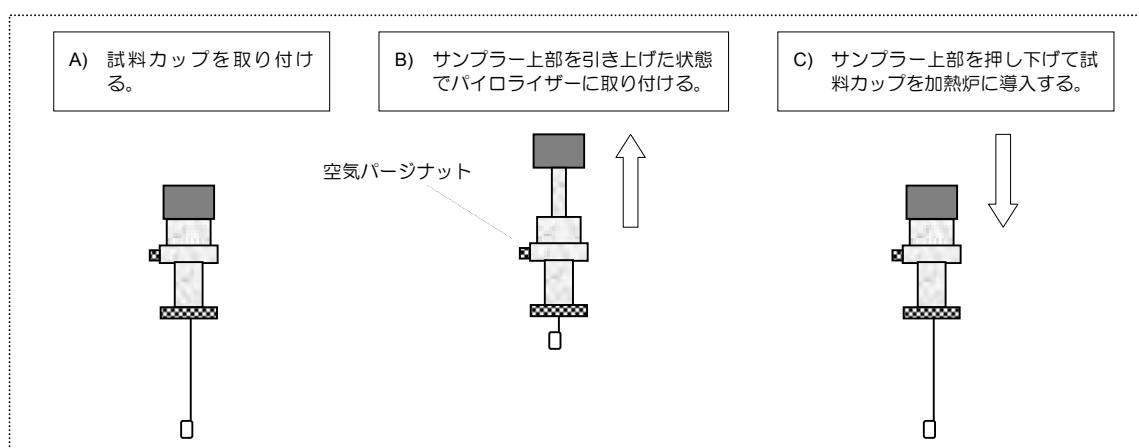

Fig. 5.7 ダブルショット法における試料導入の手順
2. ダブルショット用のスティック (エコスティック DF) を使用して、カップにスティックを装着後に試料サンプラーに取り付けます (Fig. 5.7 A)。次に、試料サンプラーの上部スライド部を引き上げた状態でパイロライザーに取り付けます (Fig. 5.7B)。取り付けてからサンプラーの側部空気パージナット緩め、約 2 分後に閉じることによって空気をパージします。
1. “Ready for injection” のダイアログボックスが表示されたらサンプラー上部を押し下げて試料カップを加熱炉に導入後、“Start” ボタンをクリックします。 (Fig.5.7 C)